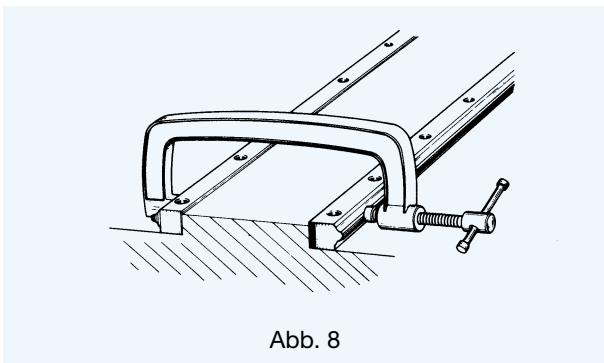

Abb. 8
4. Wie in Abbildung 8 gezeigt, sollten drei Spieleinstellschrauben je Schlitten verwendet werden. Zur Spieleinstellung die drei Einstellschrauben der Reihe nach abwechselnd anziehen.